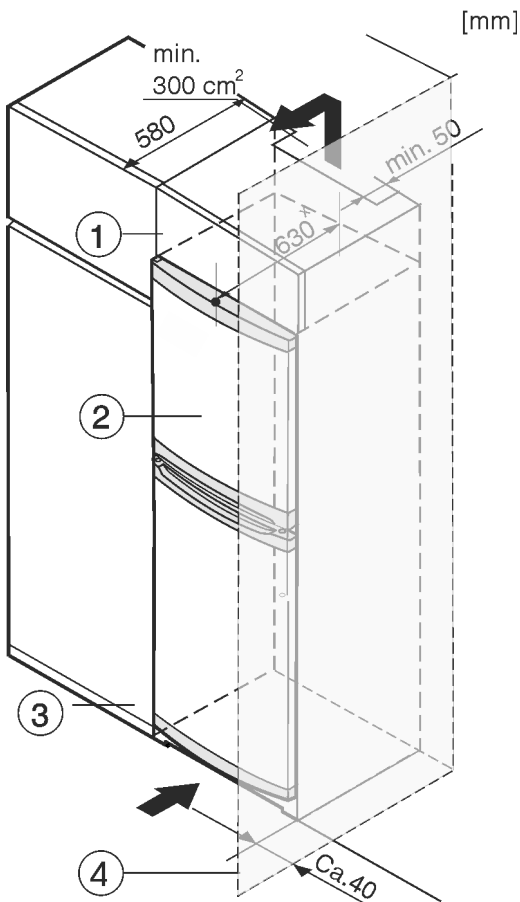

Fig. 8
Уредът може да е обграден с кухненски шкафове. За да изравните височината на уреда Fig. 8 (2) с височината на вградената кухня, над уреда може да се постави шкаф-пристройка Fig. 8 (1).
При обграждане с кухненски шкафове (дълбочина макс. 580 mm) уредът може да се постави непосредствено до кухненския шкаф Fig. 8 (3). Отстрани уредът е издаден на 34 mm \*, а в средата на уреда – на 50 mm \* спрямо челото на кухненския шкаф.
Когато уредът се поставя с пантите до стена Fig. 8 (4), разстоянието между уреда и стената трябва да е поне 40 mm. Това отговаря на разстоянието, с което дръжките стърчат при отворена врата.